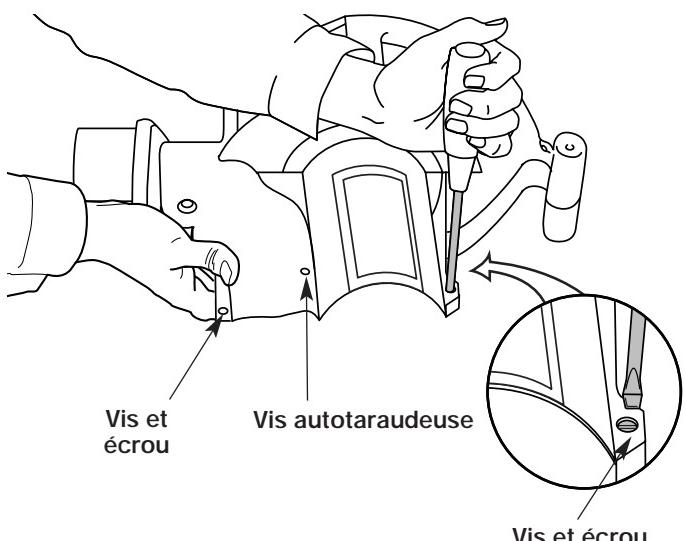

Fig. 2
2. Retirez les 2 (deux) vis et écrous qui retiennent le tube de souffleuse/aspirateur sur le carter (Fig. 2).